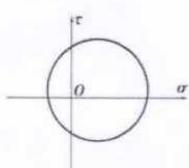

图 5
3. 如图5所示的应力圆表示的应力状态是\_\_\_\_\_。